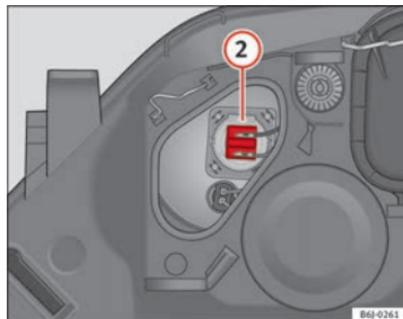

Fig. 154 Feux de route
- Retirez le connecteur ⇒ fig. 154 ② en tirant vers l'extérieur.